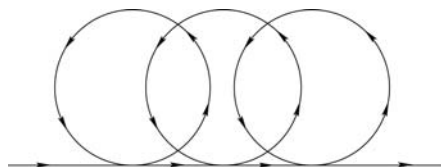

图 1-23 摆线示意图
3) 摆线走刀。摆线走刀是高速加工典型的刀位轨迹策略,摆线相当于一个圆沿着一条曲线作纯滚动时,圆上某一固定点的轨迹。采用这种刀具轨迹,刀具在切削时距某条曲线保持一个恒定的半径,从而可使进给速度在加工过程中保持不变,刀具的寿命较长,如图 1-23 所示。